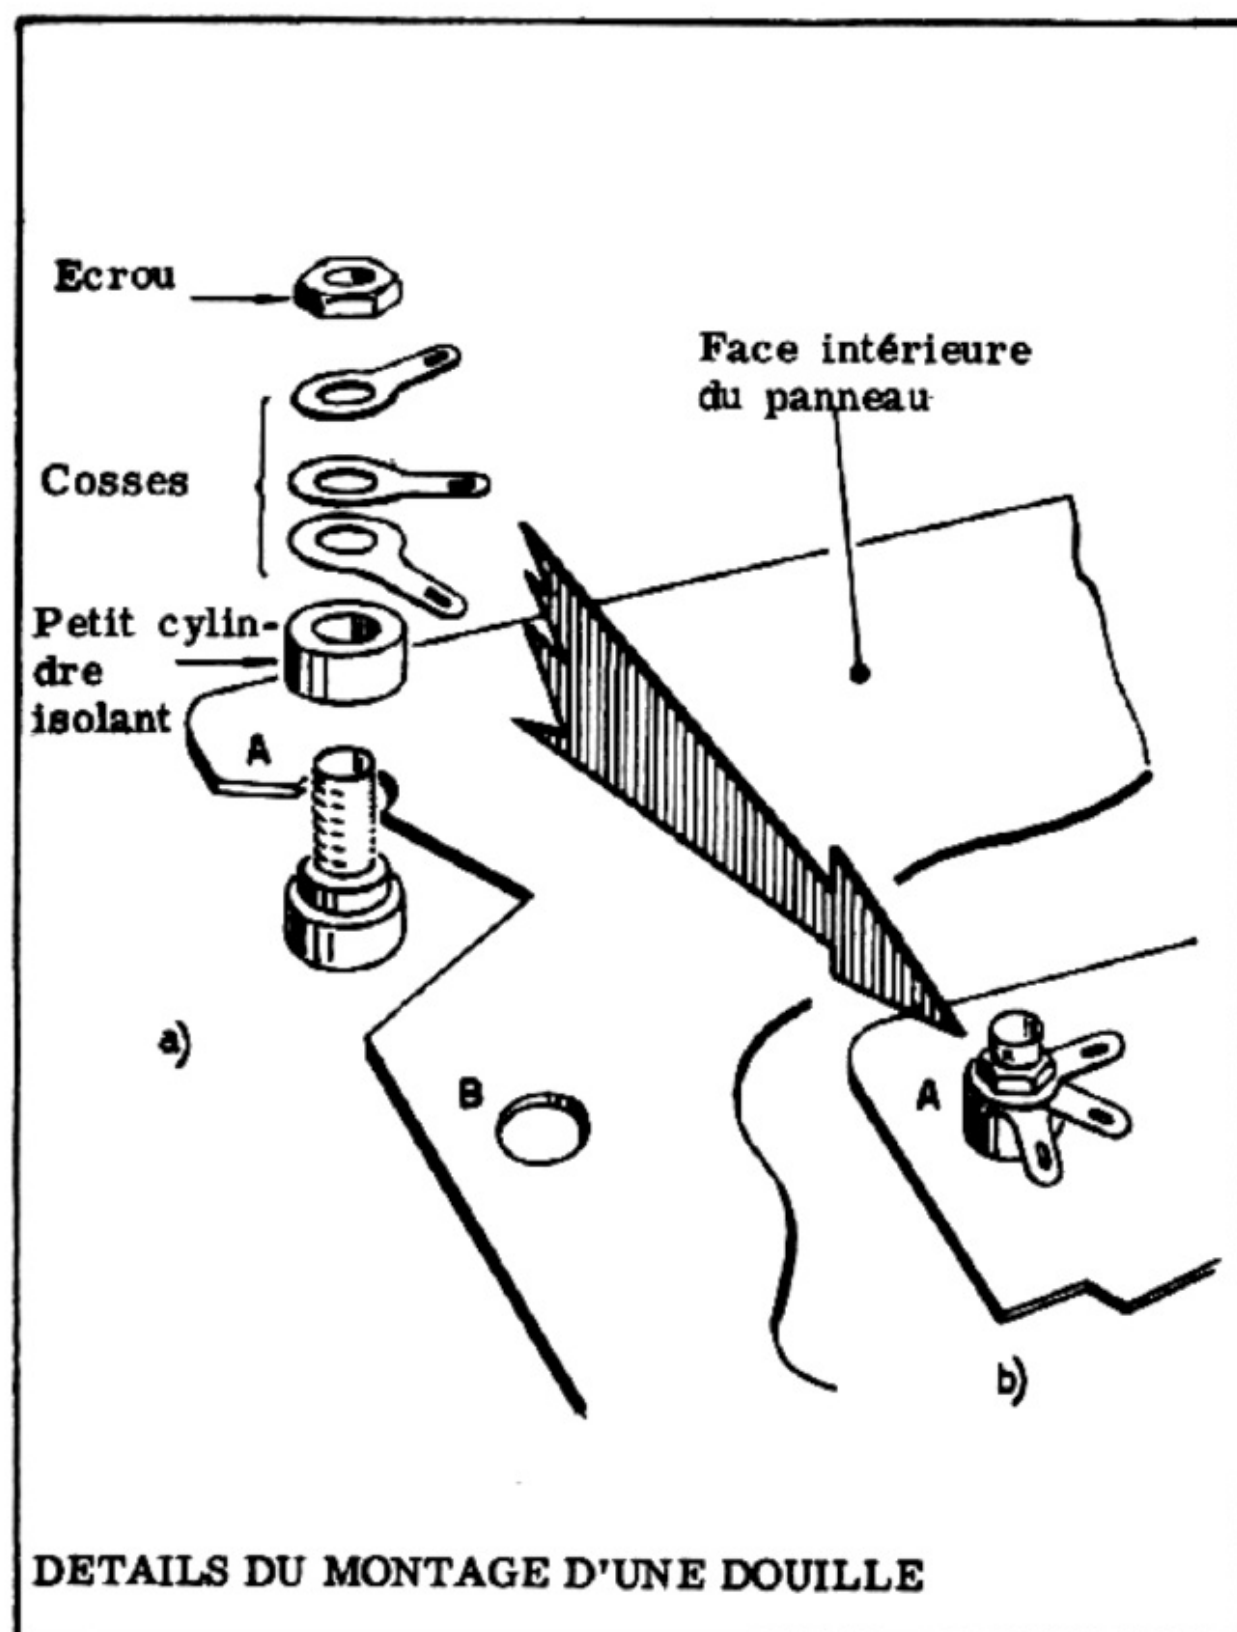

Figure 21
c) Placez ensuite le petit cylindre isolant que vous avez tout d'abord retiré ; posez dessus 3 cosses orientées comme le montre la *figure 21 - a*.
La figure 21 - b montre la douille montée.